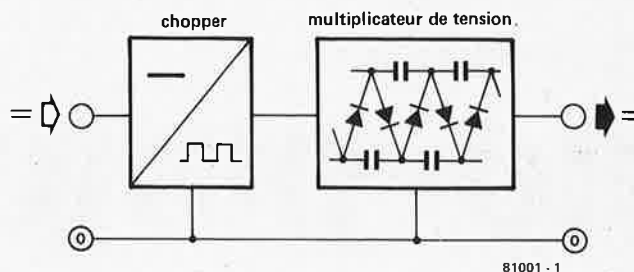

Figure 1. Conversion de tension continue par chopper et multiplication par un réseau diodes-condensateurs.
- La figure 1 illustre le premier procédé: conversion de la tension continue en tension alternative, puis multiplication par un réseau diodes-condensateurs. Techniquement, la solution est élégante, elle ne prend pas beaucoup de place non plus. Par contre, pour des puissances élevées notamment, les composants sont particulièrement sollicités. Ce qui ne contribue en rien à rendre un tel montage économique.